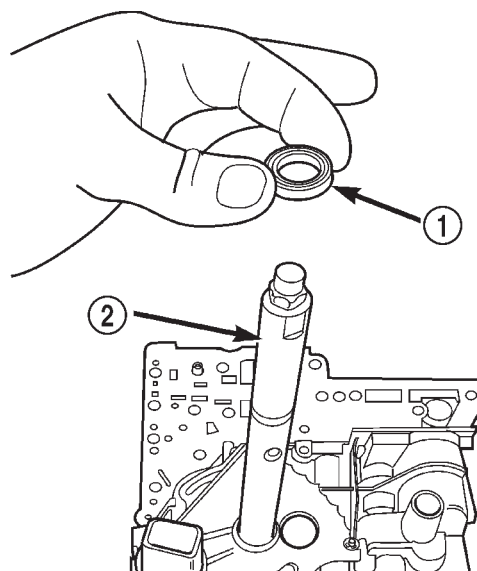

Fig. 319 Junta de eje manual
- (1) Retire la junta de eje manual (Fig. 319).